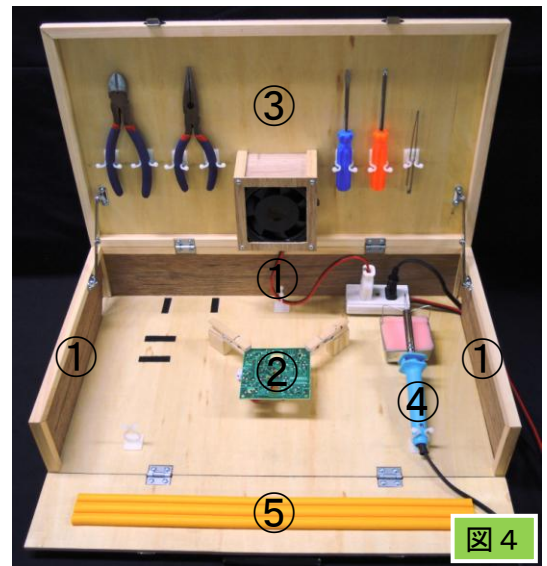

図4
作業スペースの確保および工具の収納が可能(図4)
- ・周囲に壁を設けることで，作業スペースを明確にし，他の生徒の身体や衣服が誤って接触することがなくなり，火傷や衣服の焦げなどの事故を防止できるようにしました(図4①)
- ・木製クリップを設置し，基板を傷つけずに固定できるようにしました。(図4②)
- ・工具を天板部分に収納することにより，スムーズに取り出して使用できるようにしました。(図4③)
- ・右利き左利き兼用にするため，はんだごて台および延長コードをマジックテープで固定し，移動できるようにしました。(図4④)
- ・クッションを設置することではんだづけ作業の腕の負担を軽減できるようにしました。(図4⑤)